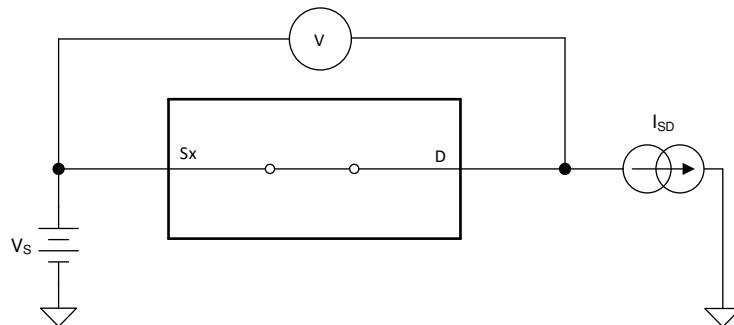

図 6-1. オン抵抗測定時の構成
デバイスのオン抵抗は、デバイスのソースピン (S_x) とドレインピン (D_x) の間の抵抗値 (Ω) です。オン抵抗は、入力電圧と電源電圧によって変化します。オン抵抗は、記号 R_{ON} を使用して示されます。 R_{ON} の測定時に使用する構成を 図 6-1 示します。この構成を使用して電圧 (V) と電流 (I_{SD}) を測定し、 $R_{ON} = V / I_{SD}$ で計算します。